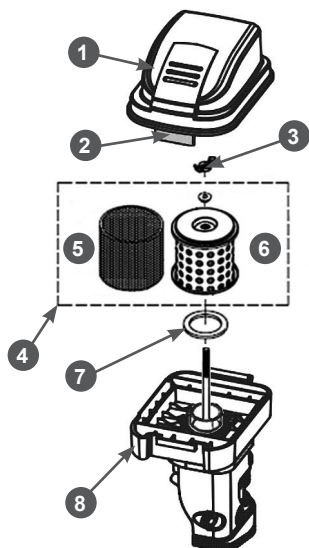

Рис. 21. Обслуживание воздушного фильтра
1. Отогните фиксаторы 2 крышки воздушного фильтра и снимите крышку 1 воздушного фильтра (Рис. 21).
2. Открутите барашковую гайку 3 и снимите воздушный фильтр 4 (Рис. 21).
3. Проверьте целостность и чистоту фильтрующих элементов. Предварительный (поролоновый) фильтрующий элемент 5 установлен на корпусе основного (бумажного) фильтрующего элемента 6 (Рис. 21).
Основной (бумажный) фильтрующий элемент 6 (Рис. 21) не подлежит очистке, необходима его замена. Не продувайте бумажный фильтрующий элемент сжатым воздухом, не промывайте его в бензине и других растворителях.
5. Произведите очистку крышки 2 и корпуса 8 воздушного фильтра (Рис. 21), не допуская попадания пыли и грязи в воздуховод, ведущий к карбюратору.
7. Перед установкой воздушного фильтра убедитесь, что уплотнительное кольцо 7 воздушного фильтра находится на месте и не имеет поврежденных (Рис. 21).